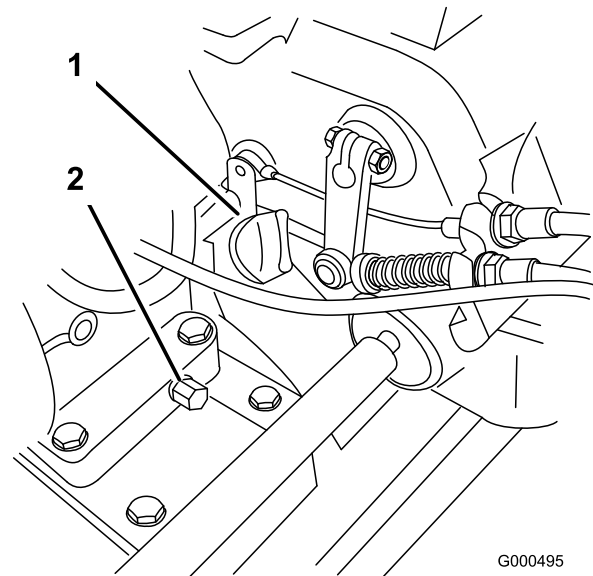

Bild 20
1. Stellen Sie den Rasenmäher so auf, dass der Motor eben steht und dann reinigen Sie den Bereich um den Ölpeilstab (Bild 20).
2. Stellen Sie eine Auffangwanne hinten an die Maschine unter die Ablassschraube (Bild 20). Entfernen Sie die Ablassschraube.